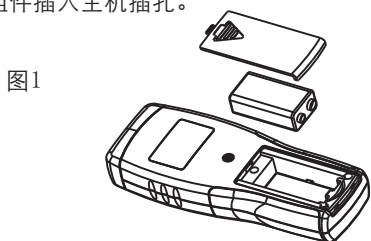

图1
- 将电池门扣开，按正确极性将电池装入电池仓内，然后盖上电池门。如图1: